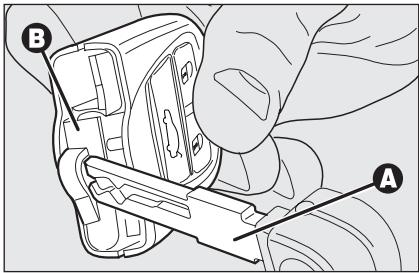

fig. 10
- saque el portapilas **B-fig. 10** (de color rojo) fijado a presión haciendo palanca con la pieza metálica **A** de la llave electrónica en el punto indicado en la figura;